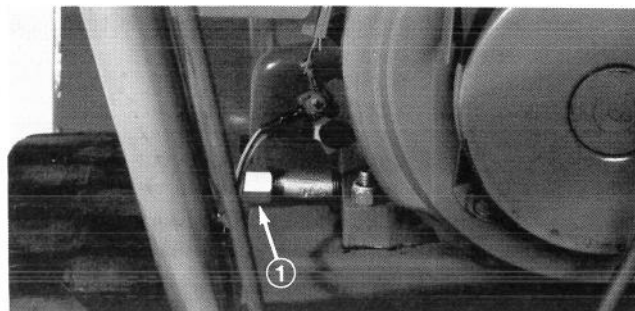

Figure 23
3. Nettoyez le tour du bouchon de vidange. Ensuite, glissez le bac de vidange sous le tube de vidange, puis enlevez le bouchon (Fig. 23).